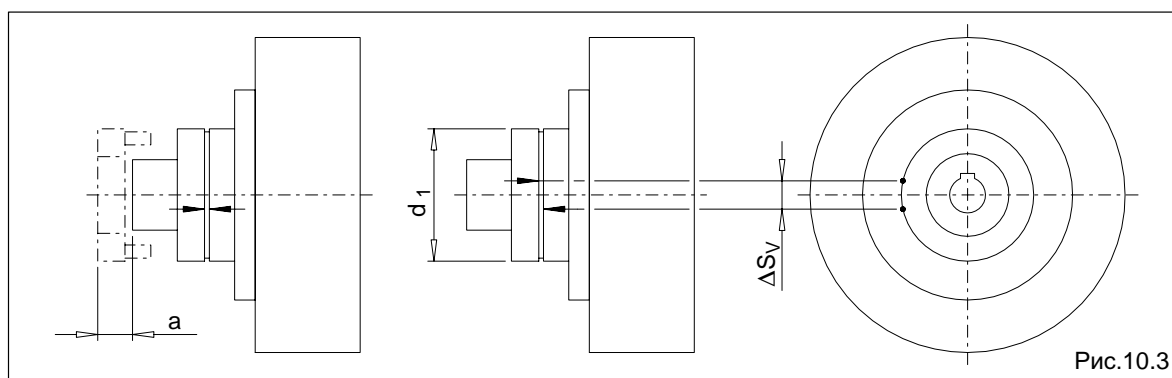

Рис.10.3
Если для эксплуатации муфты повышенный зазор муфты не будет являться недостатком, то гибкие пакеты (12) могут оставаться в эксплуатации до тех пор, пока не будет достигнут определенный предел износа для их замены. Для оценки износа, в таблице 10.3 приводится разрешенный люфт кручения, перерассчитанный на размер хорды  $\Delta S_V$  у внешнего диаметра муфты. Для определения размера  $\Delta S_V$  нужно повернуть муфтовую часть без момента вращения вплоть до упора и нанести с двух сторон метку (смотри рис. 10.3). Путем поворачивания муфтовой части в противоположную сторону вплоть до упора метки расходятся. Расстояние между метками является хордовым размером  $\Delta S_V$ . Если размер  $\Delta S_V$  превышает приведенное в таблице 10.3 значение, то нужно заменить пакет (12).
У монтажной серии FGD/FVD замена пакетов (12) без перемещения соединенных машин возможна только с учетом заменяемого размера "a" (смотри таблицу 10.3 и рис. 10.3). После освобождения винтового соединения частей 2/3 часть 3 перемещается аксиально и поворачивается к части 2. Пакеты (12) становятся полностью доступными.